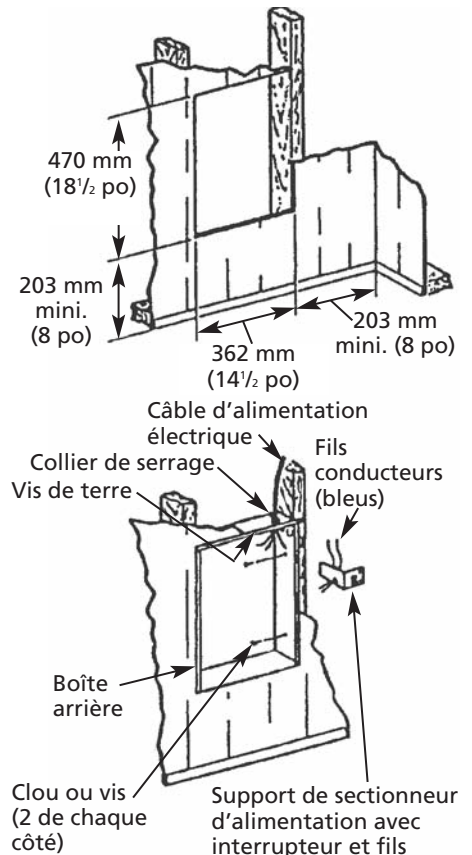

Figure 3 – Repérage de la boîte arrière encastrée dans une construction existante
- Faire une découpe murale de 362 mm (14 1/2 po) de large par 470 mm (18 1/2 po) de long, à la hauteur de montage voulue, mais à au moins 203 mm (8 po), (voir la Figure 3).